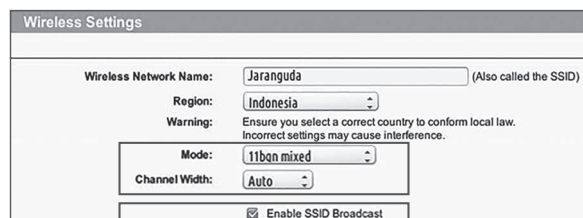

Fig. 1
2. Skontrolować router, czy standard nadawania bezprzewodowego 802.11 jest zgodny z typem WiFi b/g/n lub przemienne. (Patrz Rys. 1)
3. Skontrolować, czy kanał/szerokość pasma nadawania bezprzewodowego routera jest Auto lub 20M bądź 20M przemienne 40M. (Patrz Rys. 1)
nadawanie nazwy sieci, podczas podłączania urządzenia z telefonem. Po pomyślnym podłączeniu urządzenia z telefonem można funkcję wyłączyć. (Patrz Rys. 1)